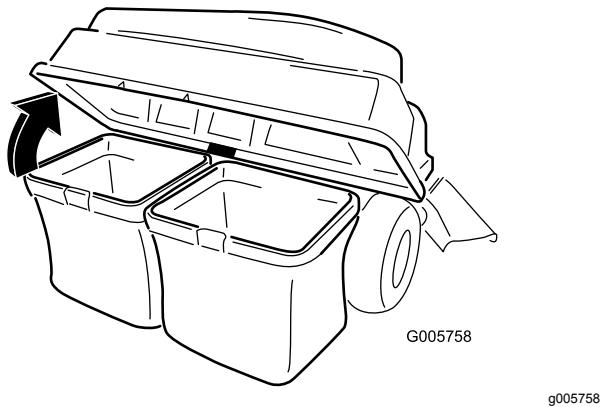

Figure 28
- Ouvrez (soulevez) le couvercle du système de ramassage (Figure 28).